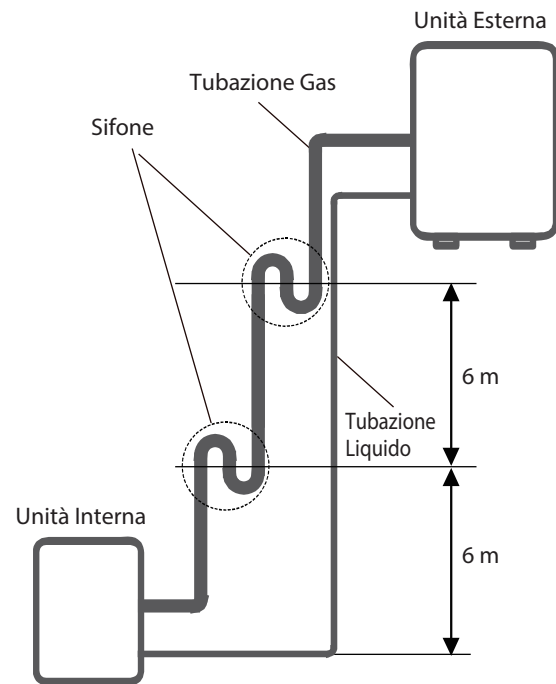

Fig. 7.3
-Si raccomanda di non aumentare le dimensioni della tubazione verticale. Il corretto ritorno dell'olio al compressore deve essere garantito con adeguata velocità del gas di aspirazione. Se la velocità scende al di sotto di 7.62m/s, il ritorno dell'olio sarà diminuito. Installare un sifone ogni 6 metri di tubazione verticale. (See Fig. 7.3)